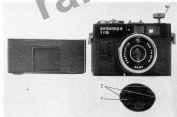

Рис. 2
2.1.1. Снять крышку 1 (рис. 2) с объектива фотоаппарата, лежа на выдвинуты 2.